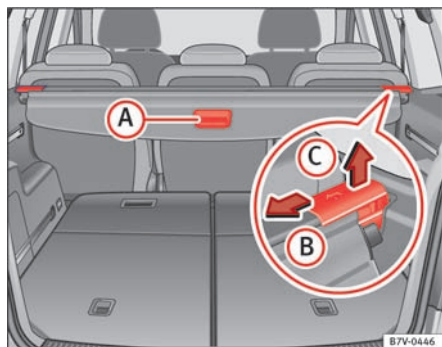

Fig. 91 I bagagerummet:
- Træk bagagerumsafdækningen en smule bagud ved hjælp af grebet ⇒ Fig. 91 **A**.
- Tryk bagagerumsafdækningen sammen i pilens retning ⇒ Fig. 91 **B**.